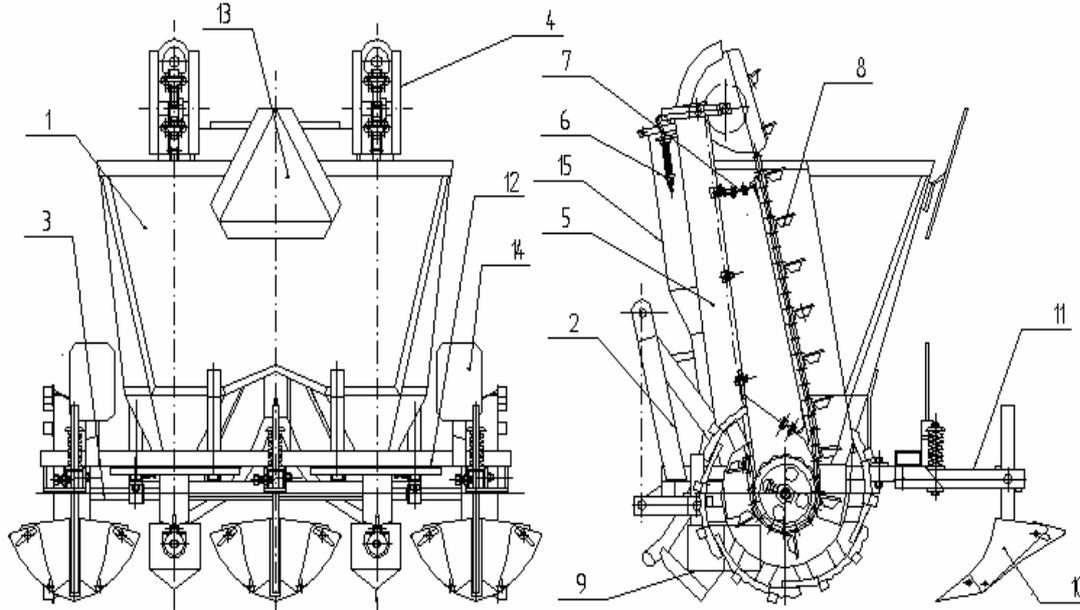

Рис. 1 Сажалка **PLANTER**
На рис. 1 представлен общий вид и принцип действия сажалки.
* Сажалка удобрений NA04, рис.1 поз 15 правильного приложения 1